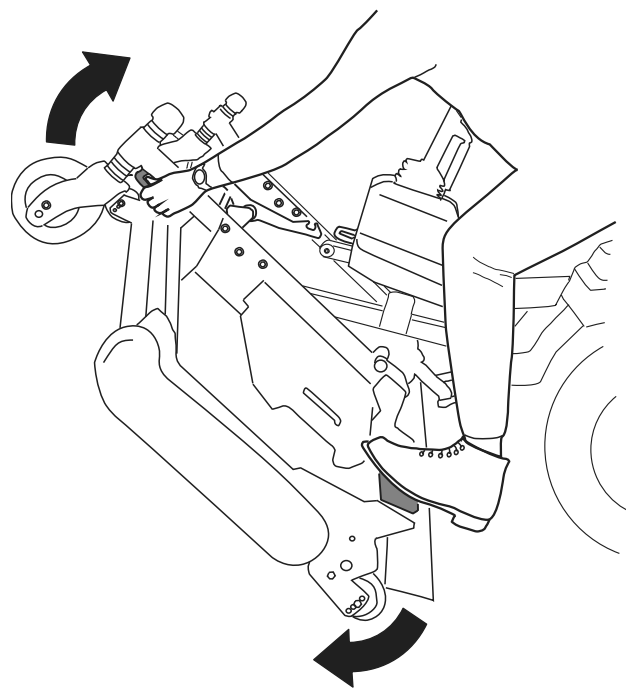
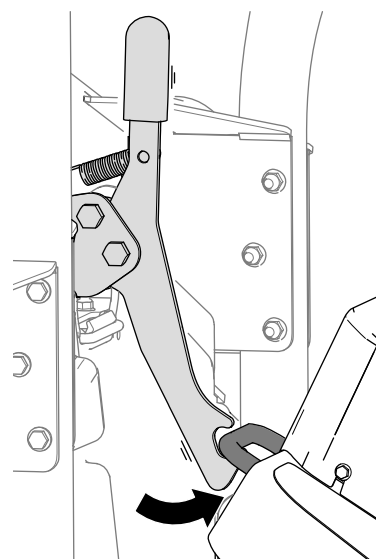
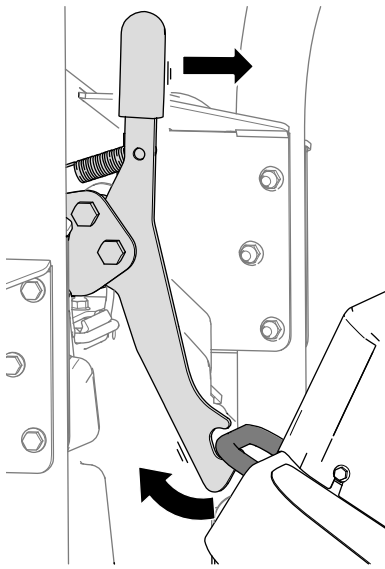

**Bild 35**
**Bild 36**
Bild 37
5. Drehen Sie das Mähwerk (**Bild 35**) so, dass die Verriegelung in die Befestigungshalterung (**Bild 36**) einrastet.
1. Lösen Sie die Verriegelung des Mähwerks von der Befestigungshalterung (**Bild 37**), indem Sie das Mähwerk leicht nach vorne drehen (siehe **Bild 35**) und den Verriegelungsgriff nach vorne ziehen.